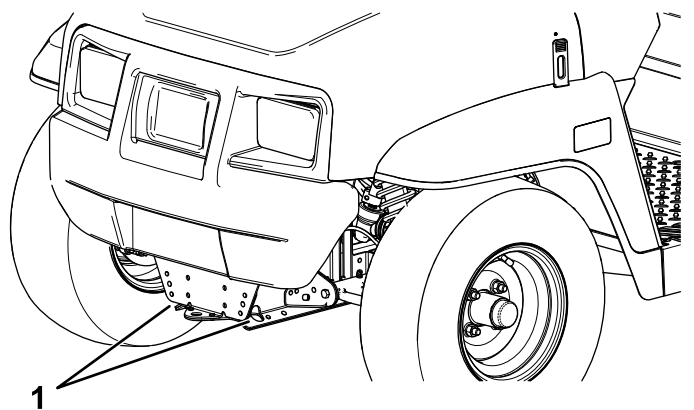
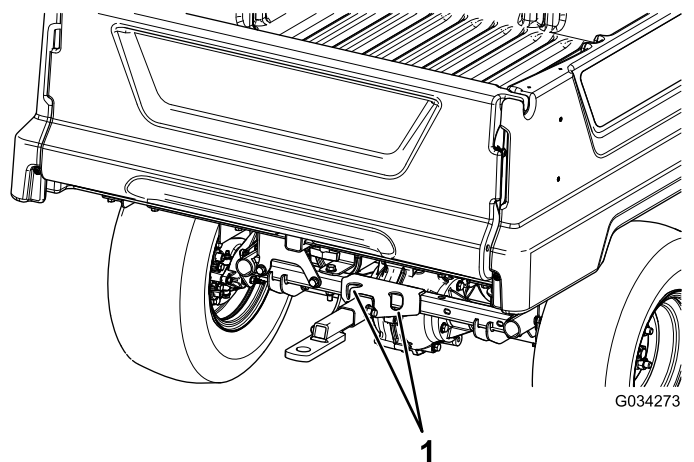

Figure 21
Figure 22
L'emplacement des points d'arrimage sur la machine est indiqué à la Figure 21 et la Figure 22.
2. Accrochez un câble de remorquage à la flèche d'attelage à l'avant du cadre de la machine (Figure 21).